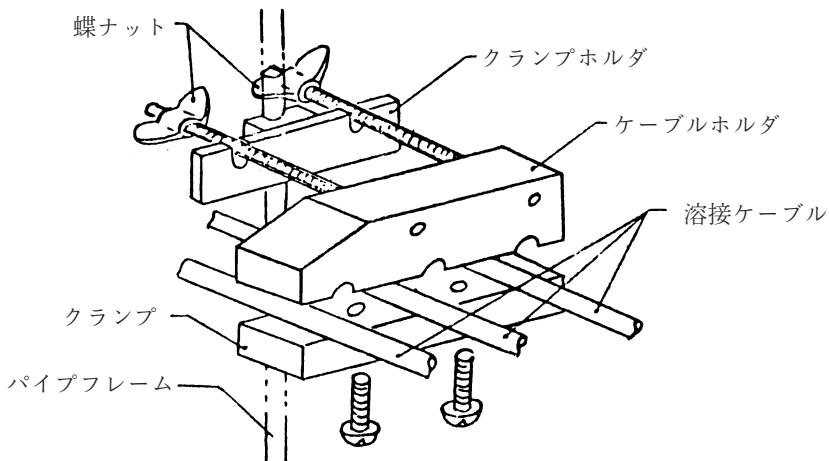

図3. ケーブル固定方法
- (3) 電極側溶接ケーブルは、各電極のノズルに接続した後、ケーブルクランプにてパイプフレームに固定してください。(図3参照)